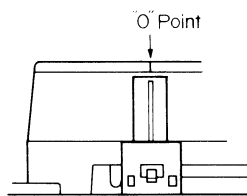
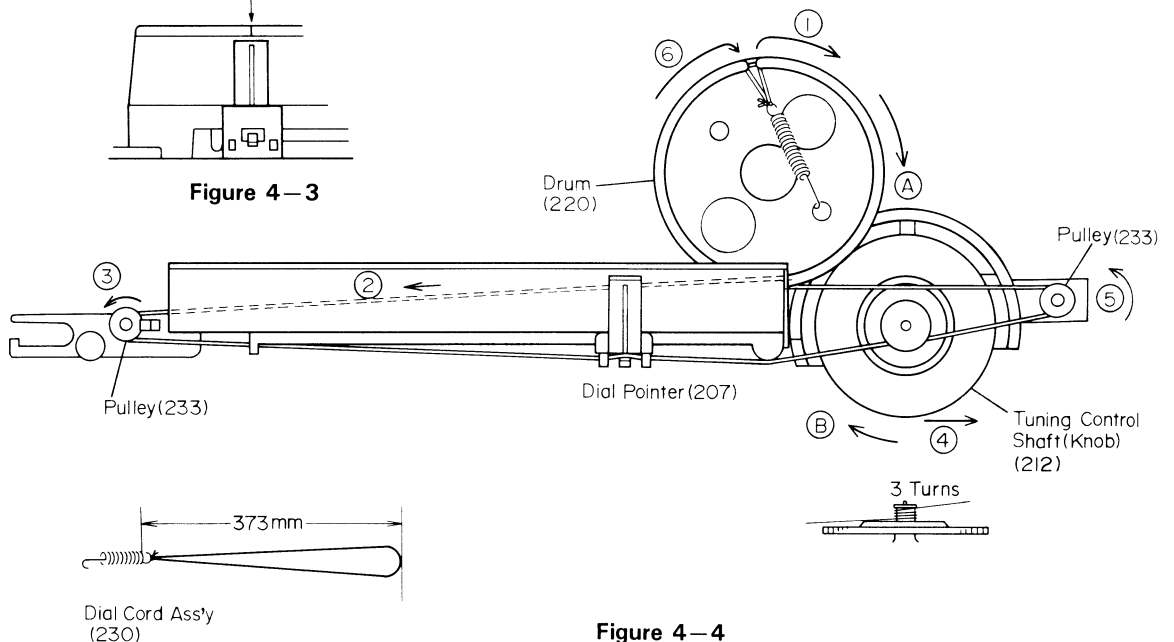

Figure 4-3
Figure 4-4
1. Turn the drum fully in the direction Ⓐ shown in Fig. 4-4 and stretch its cord over the parts in the numerical order.
2. Then turn the tuning control shaft fully in the direction Ⓑ shown in Fig. 4-4 and fix its pointer as shown in Fig. 4-3.
1. Die Trommel gemäß Abb. 4-4 bis zum Anschlag in Richtung **Ⓐ** drehen, dann die Schnur in der numerischen Reihenfolge über die einzelnen Teile spannen.
2. Die Abstimmstellerachse gemäß Abb. 4-4 bis zum Anschlag in Richtung **Ⓑ** drehen, dann den Zeiger gemäß Abb. 4-3 befestigen.
1. Tourner le tambour entièrement dans le sens **Ⓐ** montré sur la Fig. 4-4 et passer le cordon sur les organes indiqués et dans l'ordre numérique.
2. Tourner l'arbre de commande d'accord entièrement dans le sens **Ⓑ** montré sur la Fig. 4-4 et fixer son index comme le montre la Fig. 4-3.